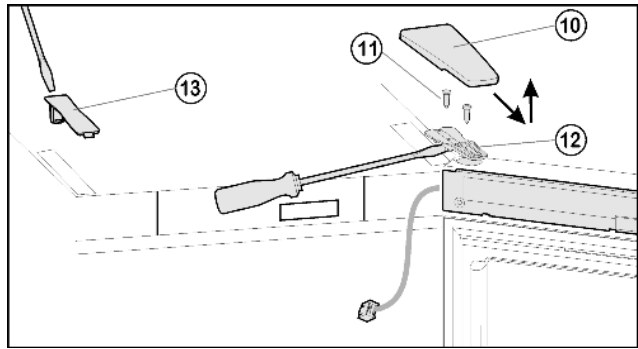
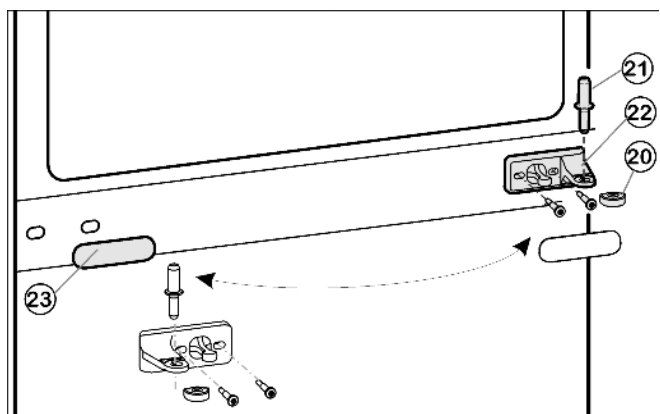
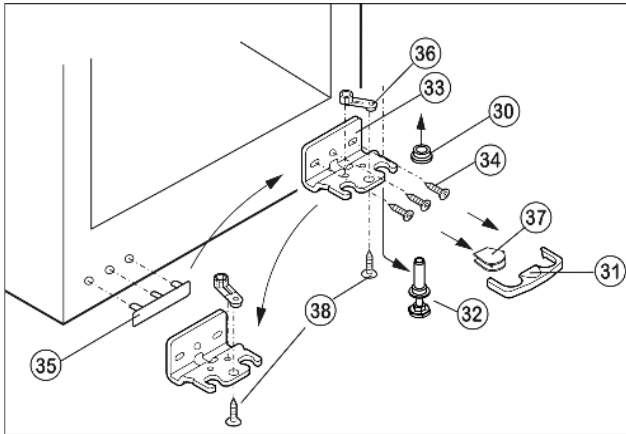

Fig. 5
Fig. 6
Fig. 7
- ▶ Крышку Fig. 5 (10) снимите движением вперед и вверх.
- ▶ Снимите крышку Fig. 5 (13).
- ▶ Полностью выверните винты Fig. 5 (11).
- ▶ Снимите дверцу вместе с опорным кронштейном Fig. 5 (12) и кабелем вверх. Для снятия, возможно, понадобится осторожно подцепить опорный кронштейн снизу шлицевой отверткой.
- ▶ Извлеките средний опорный палец Fig. 6 (21) из среднего опорного кронштейна Fig. 6 (22) и нижней дверцы.
- ▶ Пластмассовый колпачок Fig. 6 (20) снимите.
- ▶ Снимите средний опорный кронштейн Fig. 6 (22).
- ▶ Осторожно снимите накладку Fig. 6 (23).
- ▶ Открутите средний опорный кронштейн Fig. 6 (22) и прикрутите его с поворотом на 180° на новую сторону шарнира.
- ▶ Защелкните накладку Fig. 6 (23), повернув на 180°, на стороне, где теперь будет ручка.
- ▶ Предохранитель Fig. 7 (31) снимите движением вперед.
- ▶ Снимите крышку Fig. 7 (37).*
- ▶ Полностью вверните регулируемую опору Fig. 7 (32).
- ▶ Вытяните опорный палец Fig. 7 (32) вниз и вперед. При этом следите за гнездом шарнира Fig. 7 (30).
- ▶ Открутите опорный кронштейн Fig. 7 (33) (3 шт. Torx 25) Fig. 7 (34).
- ▶ Открутите опорную деталь Fig. 7 (36) (1 Torx 25) Fig. 7 (38) и, переставив в отверстие на противоположной стороне опорного кронштейна, снова прикрутите.
- ▶ Осторожно приподнимите и переставьте крышку Fig. 7 (35) со стороны ручки.
- ▶ Снова прикрутите опорный кронштейн Fig. 7 (33) на новой стороне шарнира, при необходимости с помощью аккумуляторного шуруповерта.
- ▶ Установите крышку Fig. 7 (37) на противоположной стороне.*
- ▶ Предохранитель (31) нужно зафиксировать сбоку на кронштейне, чтобы опорный палец и двери были защищены от выпадения.
- ▶ Снова защелкните предохранитель (31) на опорном кронштейне.
- ▶ Наденьте гнездо шарнира Fig. 7 (30).
- ▶ Установите дверцу сверху на нижний опорный палец Fig. 7 (32).
- ▶ Снова наденьте пластмассовый колпачок Fig. 6 (20) на средний опорный кронштейн Fig. 6 (22).
- ▶ Вставьте средний опорный палец Fig. 6 (21) через средний опорный кронштейн Fig. 6 (22) в нижнюю дверцу.
► Установите верхнюю дверцу на средний опорный палец Fig. 6 (21), закройте дверцу и установите верхний опорный кронштейн Fig. 5 (12) так, чтобы он защелкнулся в верхней стороне устройства.
► Прикрутите опорный кронштейн Fig. 5 (12). При необходимости просверлите отверстия или используйте аккумуляторную отвертку.
► Защёлкните крышку Fig. 5 (10) и крышку Fig. 5 (13).
► При необходимости выровняйте дверцу через два продольных паза в нижнем опорном кронштейне Fig. 7 (33) и среднем опорном кронштейне Fig. 6 (22) параллельно корпусу устройства. Для этого выкрутите средний винт на нижнем опорном кронштейне Fig. 7 (33).